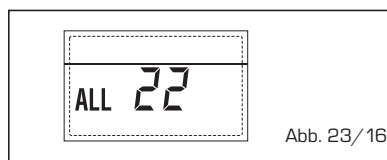

Abb. 23/16
- SCHADENSSTÖRUNG SONDE DRUCKSEITE ZWEITER MISCHBEREICH "ALL 23" (Abb. 23/17)